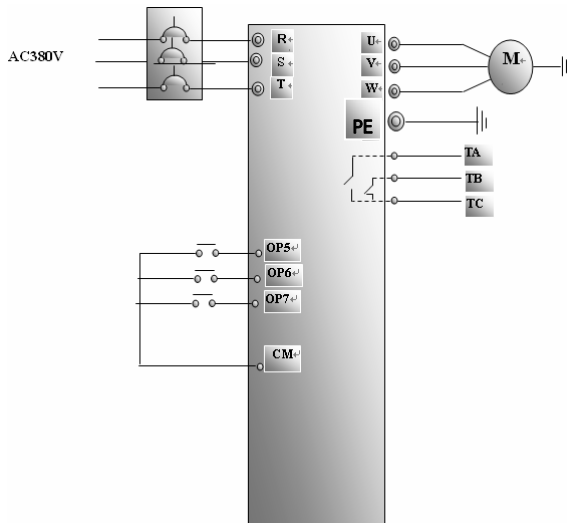

图 4-2 接线示意图 2
(1) 按图 4-2 配线，检查接线正确后，合上空气开关，变频器上电；